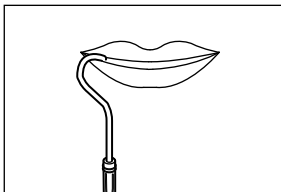
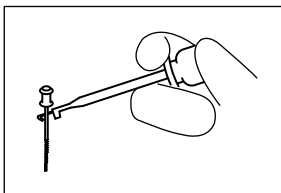

Abb. 12
Abb. 13
- ① Hängen Sie den Lippenhaken im Mundwinkel des Patienten ein (Abb. 12).
- ② Überprüfen Sie, ob das Gerät eingeschaltet ist.
- ③ Den Metallschaft der Feile mit einem Feilenclip in den Wurzelkanal einführen (Abb. 13).
- ④ Die Messung des Wurzelkanalendes durchführen.
- ⑤ Wenn die Arbeit abgeschlossen ist, die Taste Power etwa eine Sekunde oder länger drücken, um das Gerät auszuschalten (Die Flüssigkristallanzeige geht aus).